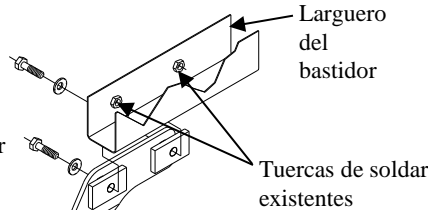

Figura 1
- Instale los tornillos como se muestra en la Figura 1. Apriete los tornillos a mano.